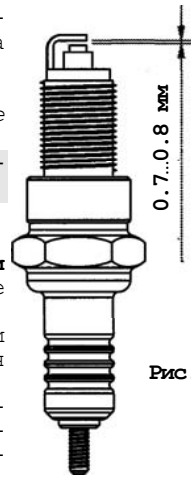

Рис. 12.
9.3.4. Рекомендуется проверить величину межэлектродного зазора, которая должна быть около 0.7...0.8 мм (рис. 12). При существенном отличии измеренной величины зазора указанным требованиям заменить свечу.